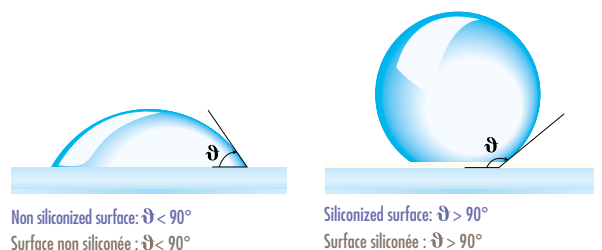

Fig. 2 Drop of water on the glass surface
- Finally, due to its hydrophobic properties, the silicone coating ensures a higher restitution rate down to the last drop of product (Fig.2)
- ◉ Enfin, il permet l'écoulement jusqu'à la dernière goutte des solutions aqueuses, donc le respect du dosage du médicament dans le cas de molécules très actives (Fig.2)